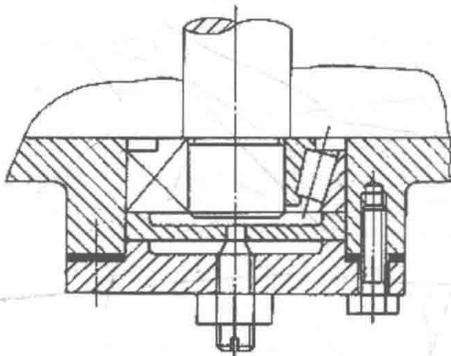

图 1-7 宽度小于或等于 2mm 的剖切面的画法
- 在装配图中，宽度小于或等于 2mm 的窄剖面区域可全部涂黑表示，如图 1-7 所示。